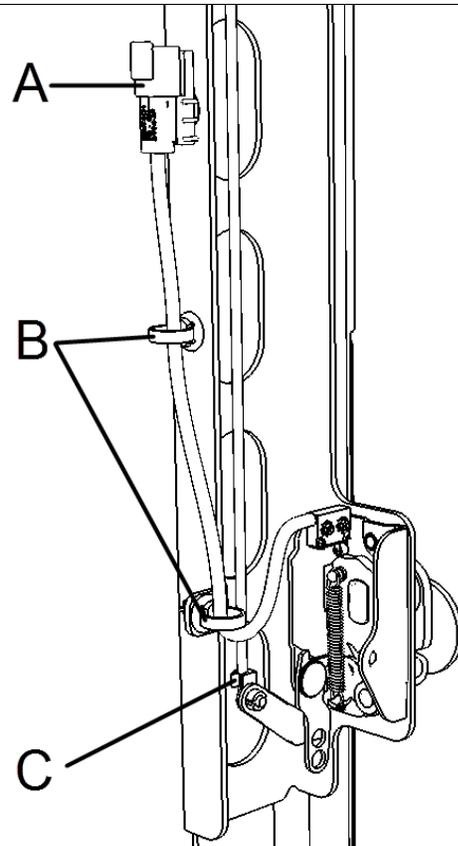

Figure 4
4. Enlever l'ensemble de loquet (deux vis). Garder la quincaillerie pour réutilisation. (Figure 4)